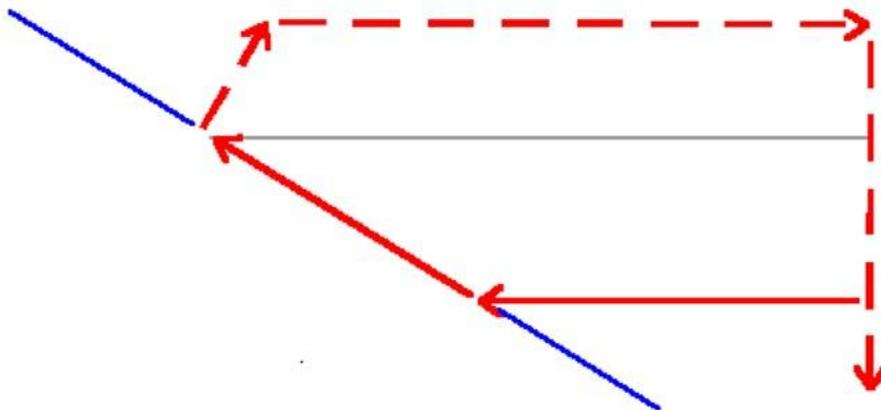

Рис. 4. Цикл Предварительное точение в токарной обработке Edgemat
- без подчистки – если «галочка» включена, то резец подбирает профиль детали, до предыдущего прохода (рис.4);